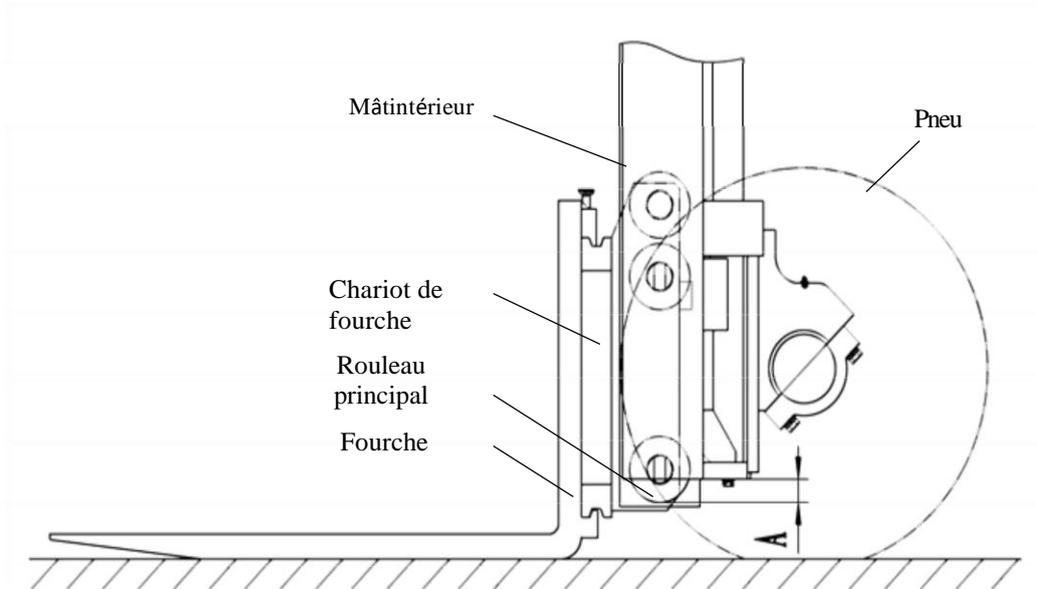

Figure 2-72
7.5.2 Réglage de la hauteur du chariot de fourche (voir figure 2-72)